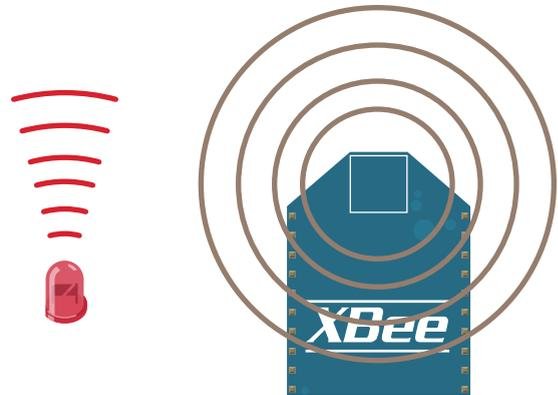

Abbildung 6-2
TV-Fernbedienungen nutzen in der Regel Infrarotübertragung (IR). Im Gegensatz zu Funk hängt diese von der Ausrichtung zwischen Sender und Empfänger ab. Zwischen beiden muss eine direkte Sichtverbindung bestehen. IR funktioniert auch manchmal, wenn der Strahl von einer anderen Oberfläche reflektiert wird, aber das ist nicht besonders zuverlässig. Der Empfänger ist im Endeffekt ein optisches Gerät, muss das Signal also „sehen“. Autotüröffner, Handys, Garagentor-Fernbedienungen und viele andere Geräte setzen auf Funkübertragung. Sie funktionieren unabhängig davon, ob der Sender und Empfänger einander zugewandt sind. In einigen Fällen senden sie auch durch Wände. Anders gesagt, ist ihre Übertragung **omnidirektional**. In der Regel wird IR für Anwendungen im Nahbereich mit direktem Sichtkontakt benutzt, Funk für alles andere. Abbildung 6-2 zeigt diesen Unterschied.